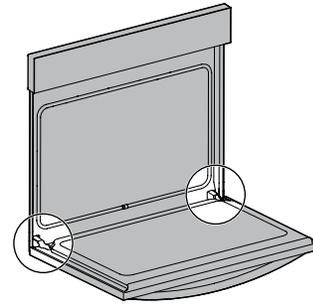

Figure 20: Emplacement de la charnière de la porte
1. Ouvrez complètement la porte du four, parallèlement au sol (Figure 20).
3. Ouvrez complètement la porte du four (parallèlement au sol (Figure 20)).